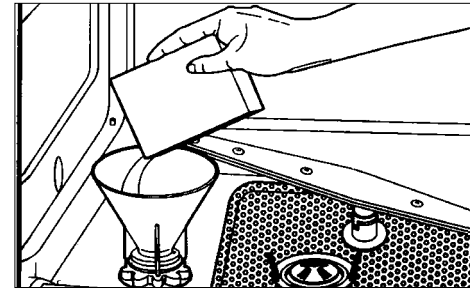

Abb. 3
- Der Salzbehälter befindet sich auf dem Boden der Geschirrspülmaschine. Schrauben Sie den Deckel des Salzbehälters, nachdem Sie zuerst den Unterkorb entfernt haben, entgegen den Uhrzeigersinn auf, und füllen Sie das Salz mit Hilfe des Trichters (der zusammen mit der Geschirrspülmaschine geliefert wird) ein (Abb. 3).